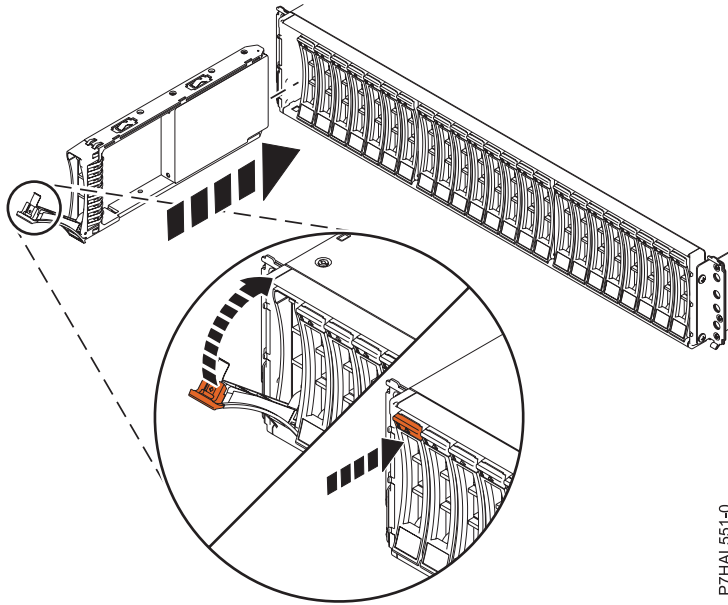

Figure 11. Installation de l'unité de disque dans le Boîtier d'unité de disque 58/87
1. Avec la poignée en position déverrouillée, comme illustré à la figure 11, à la page 21, maintenez l'unité par le dessous pour l'aligner avec les rails de guidage dans l'unité d'extension.